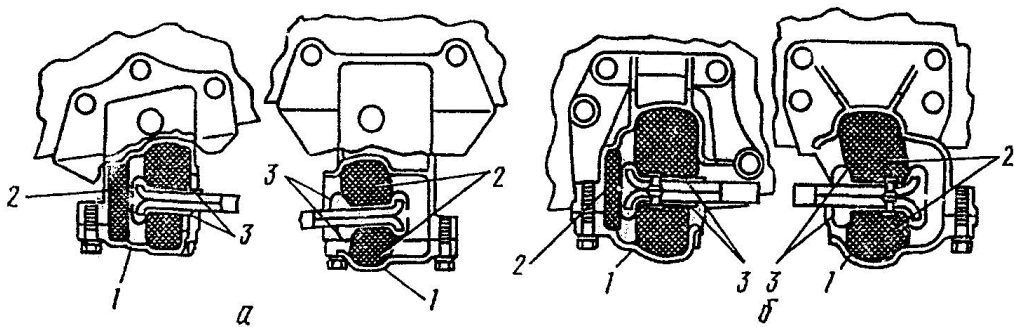

Рис. 5.12. Кріплення ресор:
3. Перевірити надійність кріплення ресор. Впевнитись у тому, щонемає повздовжнього зміщення листів, зламаних листів. Перевірити затяжку болтів чашок ресор (рис. 5.12).